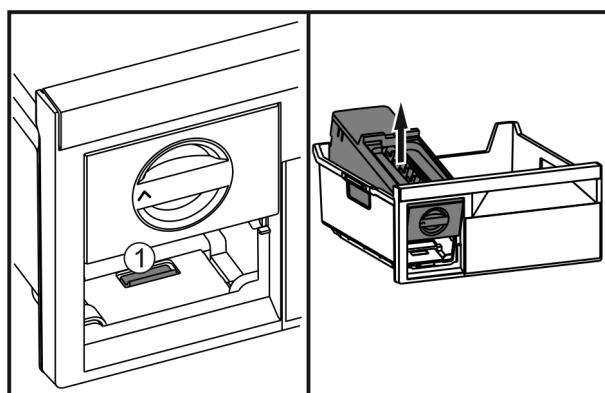

Fig. 73
- Нажать на накладку Fig. 73 (1), EasyTwist-Ice поднять сзади и вынуть из выдвижного ящика морозильника.